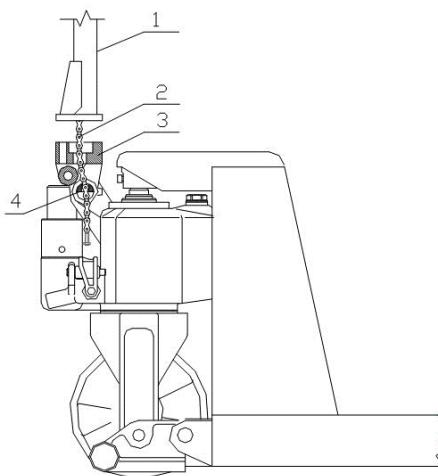

Fig. 1
3.1 Se fig. 1. Först, höj handtag (1), passera i ordning rullkedja (2) genom hålen i kuggstång (3) och axelstift (4).